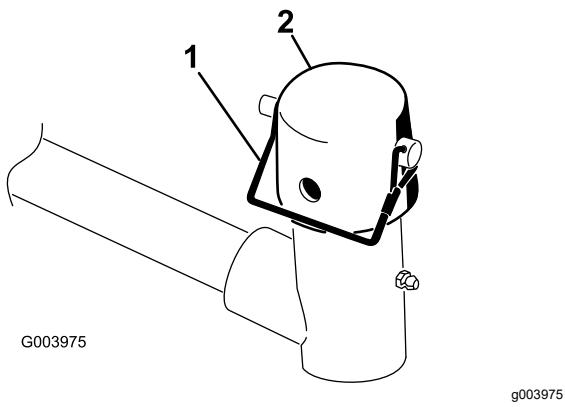

Bild 9
2. Nehmen Sie den Einraststift und die Kappe vom Gelenkjoch des Hubarms ab (Bild 9).
Hinweis: Verwenden Sie den Schlitz, wenn Sie das Mähwerk lenken möchten, oder das Loch, wenn Sie das Mähwerk arretieren möchten (Bild 9).